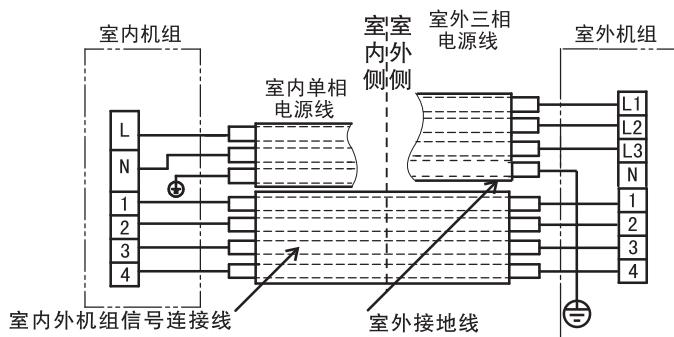

图15 室内外电气接线图
- (1) 连接电缆按接线图示要求正确地连接室内外机组，绝对不可连接错误(如图15)。
(2) 连接电缆必须用室内外机组上的附属电线压板压紧。